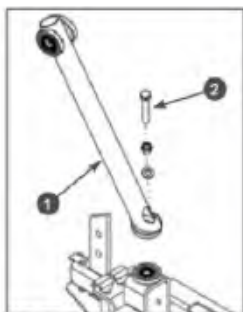

Рис. 5 Установка стойки рукояток управления
- Установите стойку 1 рукояток управления на мотоблок (Рис. 5). Совместите отверстия в кронштейне и стойке и закрутите болт 2 крепления стойки.